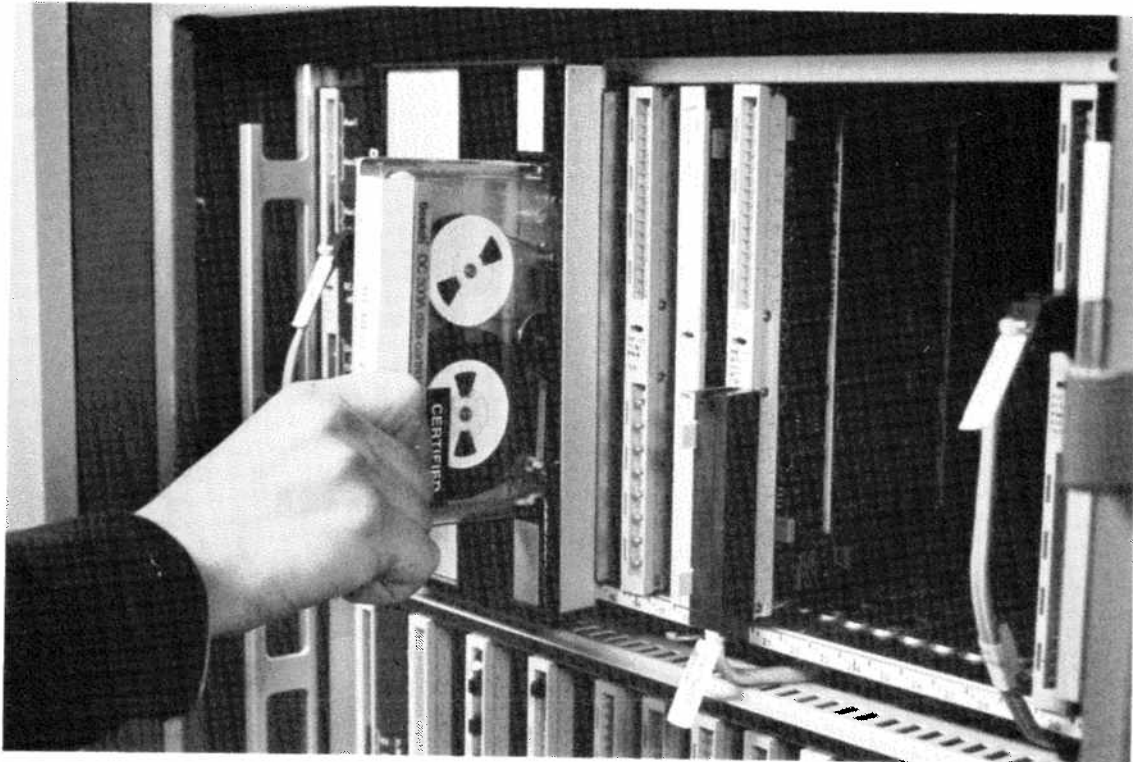

Bild 24.
- Ladda kassettbandspelaren med kassettbandet enligt bild 24. Skjut in kassetten tills dess bakre del är i jämnhöjd med yttre delen av kassettfacket.